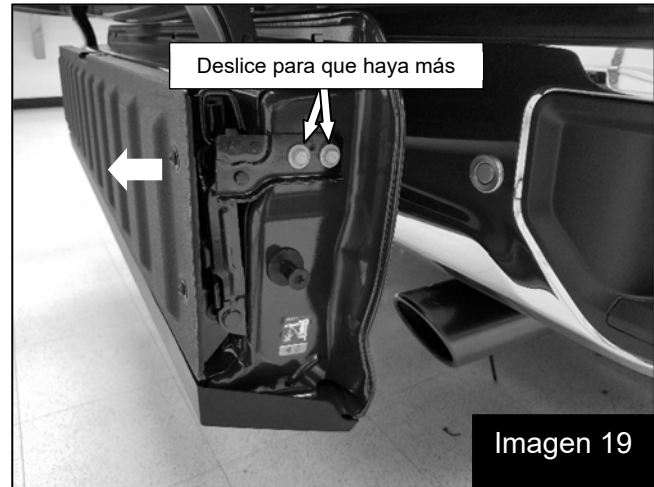

Imagen 19
33. Cierre el peldaño sobre la pantalla acústica del altavoz y verifique el espacio libre entre el peldaño y la pantalla acústica. Si se necesita más espacio libre, abra la compuerta trasera interior y afloje los dos pernos de las bisagras de cada lado. Deslice el peldaño para alejarlo de la pantalla acústica y vuelva a ajustar los pernos de la bisagra. Vuelva a revisar el espacio libre y asegúrese de que el peldaño aún se cierre fácilmente. Imagen 19